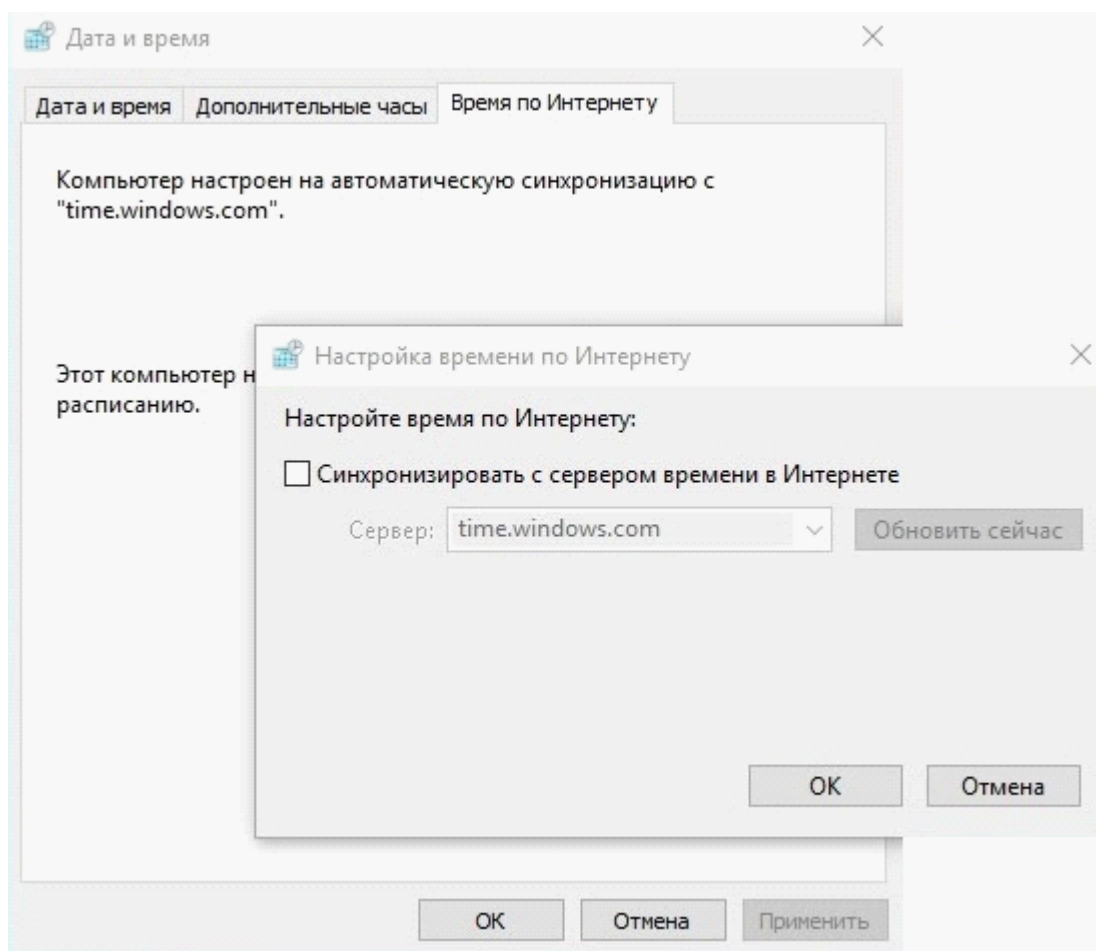

Рис. 15.3.2 Настройка синхронизации времени
- отключить синхронизацию с сервером времени в Интернете (ПКМ на панели задач активировать контекстное меню и выбрать строку «Настройка даты и времени», в окне «Дата и время» выбрать закладку «Время по Интернету», ЛКМ на кнопке «Изменить параметры» открыть окно «Настройка времени по Интернету», удалить признак «Синхронизировать с сервером времени в Интернете», см. Рис. 15.3.2.